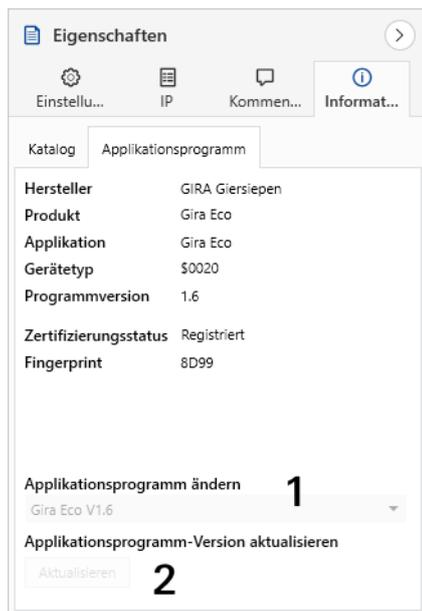

Bild 20: Applikationsprogramm aktualisieren
5. Wählen Sie die Schaltfläche „Aktualisieren“ unterhalb des Punkts „Applikationsprogramm-Version aktualisieren“ (Bild 20, Pos. 2).
Wenn Sie den Wert unter „Applikationsprogramm ändern“ (Bild 20, Pos. 1) ändern, gehen benutzerdefinierte Einstellungen, wie z. B. die Verknüpfungen zu den Gruppenadressen verloren.